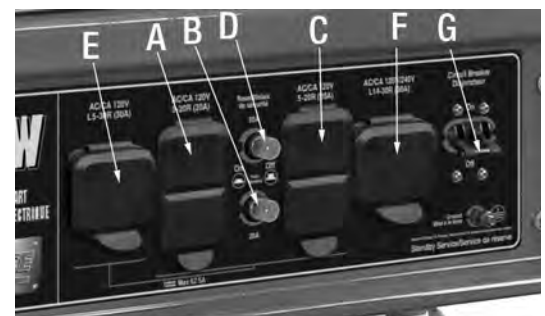

Figure 7
Pour usage normale sur 120V, branchez votre appareil dans une des sorties (A et C) Fig.7. Chaque sortie comprend un relais de sécurité (B et D), qui se trouve entre les deux sorties.
La sortie "Twist Lock" (E) Fig.7 est une NEMA L5-30 pour 120V seulement. Pour brancher une appareil, une prise NEMA L5-30 (non incluse) est nécessaire. Si vous n'êtes pas certain de l'opération ou le branchement à cette prise "twist lock", contactez un électricien qualifié.